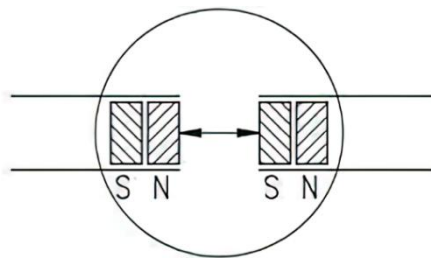

图 5-2: 极位的确定，连接磁条
- 6: 将两部分连接前，检查极性。两端必须相互吸引(如有必要，使用罗盘针)。若两端有同样的极性，用半极分割缩短一端(图 5-2)；